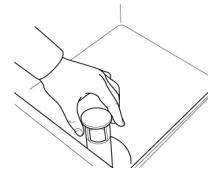

Abb. 26
- 1- Öffnen Sie die Tür und überprüfen Sie, ob sich alle internen Bestandteile, einschließlich des Überlaufs, an den dafür vorgesehenen Orten befinden. (Abb. 26)